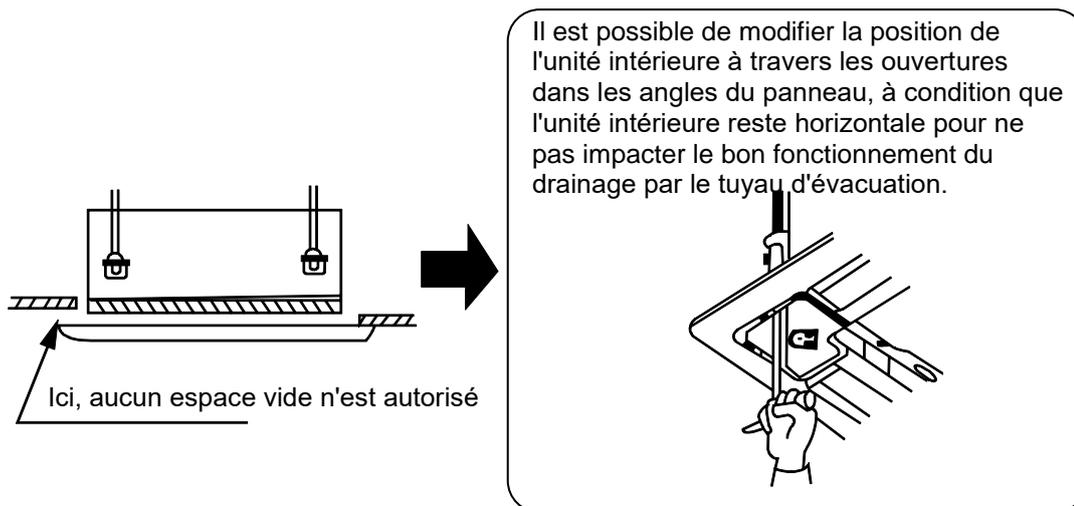

Fig. 32
- Si, après avoir serré les boulons, il y a toujours un espace entre le faux plafond et le panneau, modifiez la hauteur de l'unité intérieure (comme indique la figure. 32).